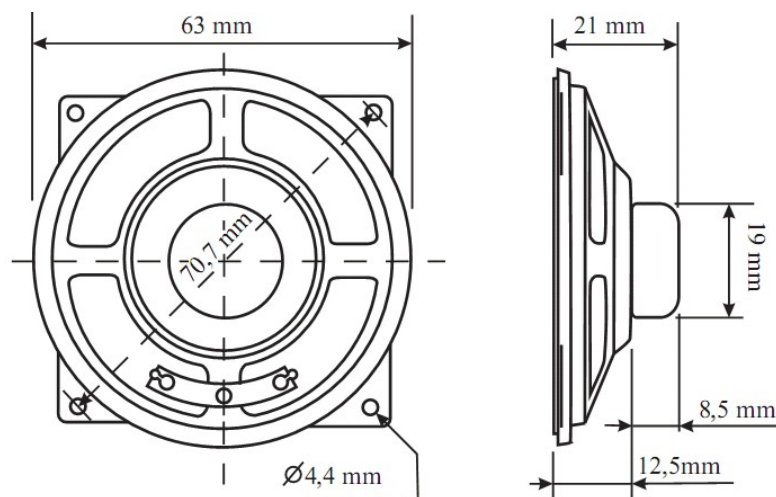

Рис.4. Громкоговоритель
7.3 Подключить громкоговоритель к разъему ХТ2. Внешний вид и габаритные размеры громкоговорителя показаны на рис.4.